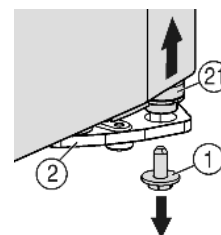
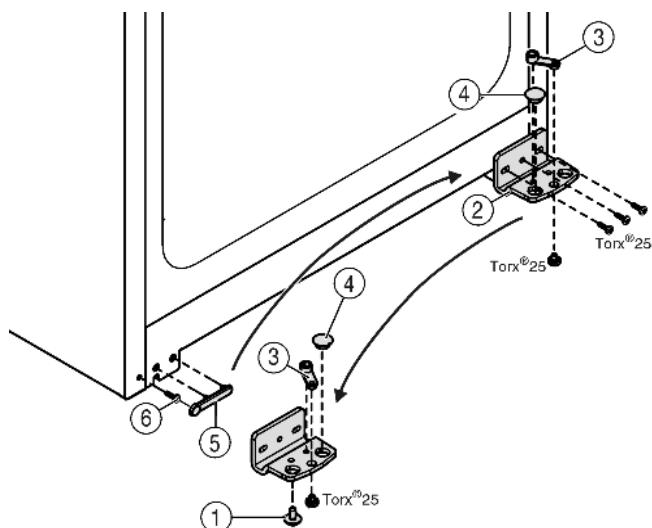

Fig. 4
Fig. 5
- ▶ Vpravo dole na stojanu ložiska vyšroubujte pojistný šroub Fig. 4 (1).
- ▶ Ložiskový čep Fig. 4 (21) se uvolní ze stojanu ložiska Fig. 5 (2).
- ▶ Jestliže se ložiskový čep Fig. 4 (21) neuvolní, vytlačte čep zdola.
- Našroubujte stojan ložiska Fig. 5 (2).
- Našroubujte ložiskový díl Fig. 5 (3) a přemístěte do protilehlého upínacího otvoru stojanu ložiska, opět přišroubujte.
- Vyjměte ze stojanu ložiska zátku Fig. 5 (4) a nasadte do protilehlého upínacího otvoru stojanu ložiska.
- Opatrně zvedněte kryt Fig. 5 (5) na straně madla.
- Vyšroubujte šroub Fig. 5 (6) a na protější straně ho opět nasadte.
- Kryt Fig. 5 (5) opět nasadte.
- Přišroubujte opět stojan ložiska Fig. 5 (2) na novou stranu závěsu (silou 4 Nm), příp. pomocí akumulátorového šroubováku.
- Zašroubujte a dotáhněte pojistný šroub Fig. 4 (1) dole do ložiskového čepu (silou 4 Nm).